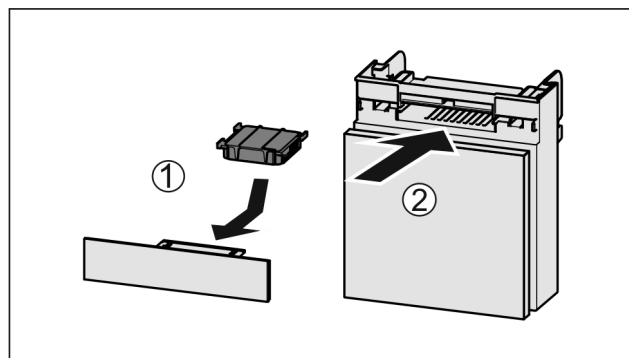

Fig. 114
- ▶ Insérer le filtre à charbon actif d'après le schéma Fig. 114 (1).
- ▶ Insérer le compartiment Fig. 114 (2).